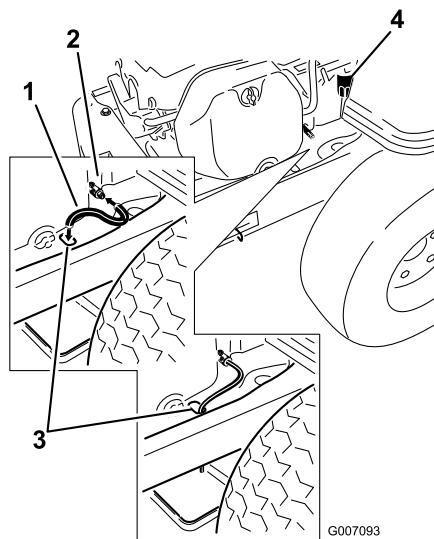

Figura 28
- Pulite l'area attorno alla valvola di spurgo e sul telaio della macchina. Individuate il tubo di spurgo dell'olio e spostatelo sopra la valvola di spurgo (Figura 28).
- Infilate l'estremità opposta del tubo di spurgo dell'olio attraverso il foro di spurgo sul telaio (Figura 28).